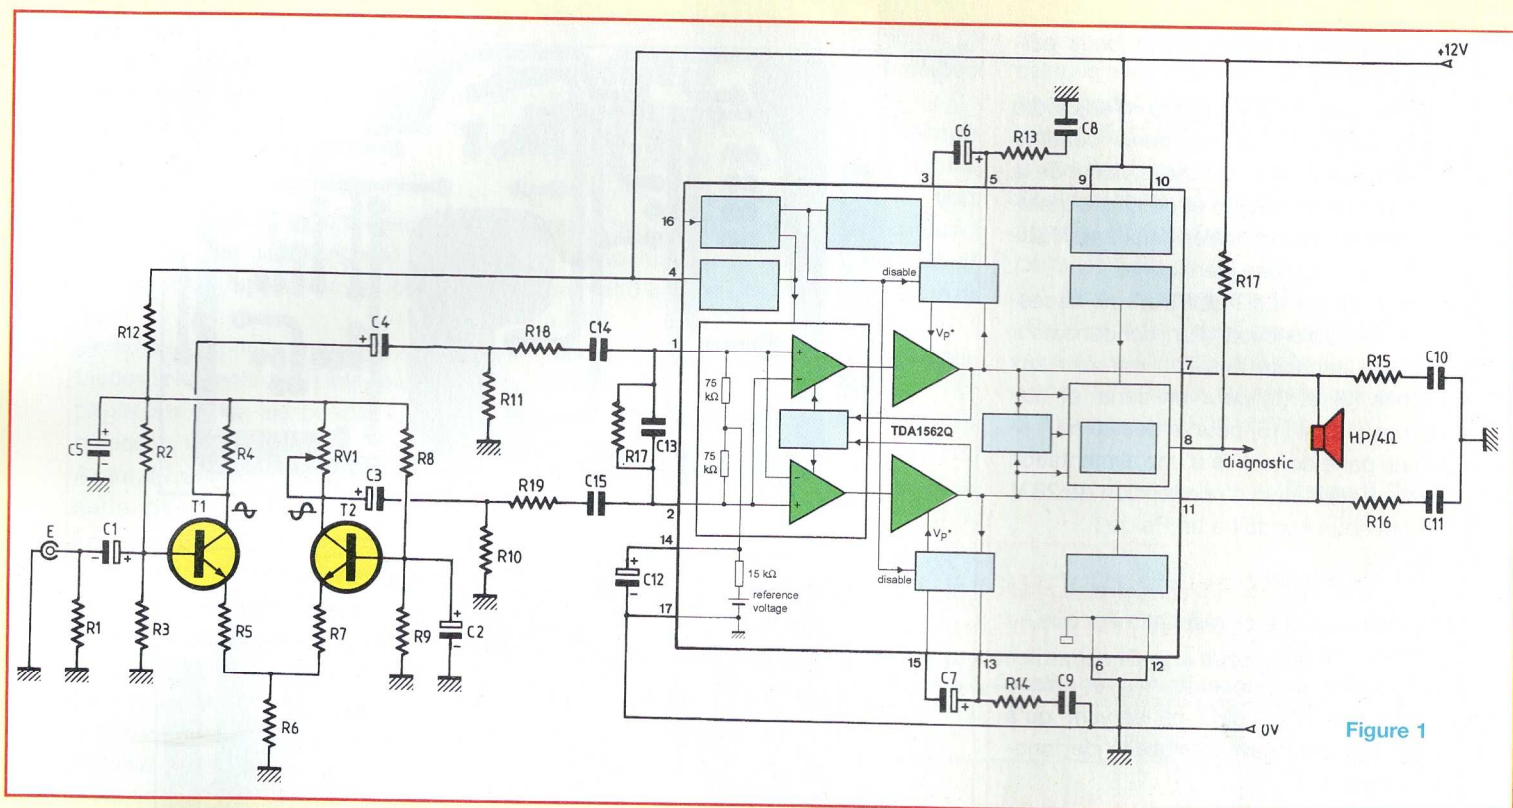

Figure 1
Il vous est proposé en figure 1. Par rapport à celui publié dans notre n°166, nous voyons que la différence concernant l'étage de puissance réside uniquement au niveau du condensateur de liaison d'entrée à la broche (2). Celui-ci n'est plus connecté entre broche (2) et masse, mais de la même façon que celui présent à la broche (1). Les deux étages de puissance vont donc travailler de façon identique en recevant cependant une modulation déphasée de 180°.